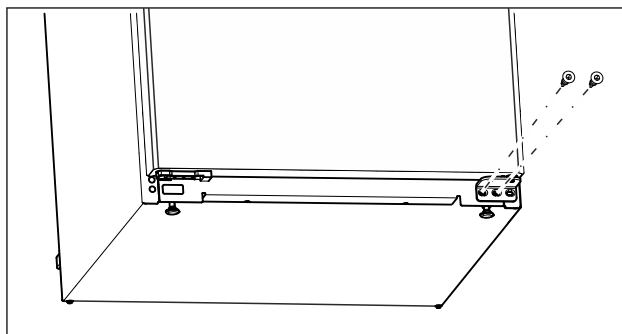

Fig. 7
- Svitare la vite centrale sul blocco inferiore di supporto con un cacciavite Torx 20. (vedere Fig. 7)
- Svitare la vite interna sul blocco inferiore di supporto con un cacciavite Torx 20. (vedere Fig. 7)